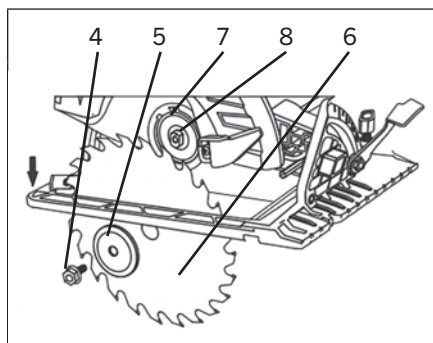

FIG. 3
REMARQUE : Ne retirez pas la bride intérieure de la lame (7) de l'arbre (8). Si elle tombe, assurez-vous que le bossage ÉPAIS de la rondelle fait face au moteur (Fig. 3).